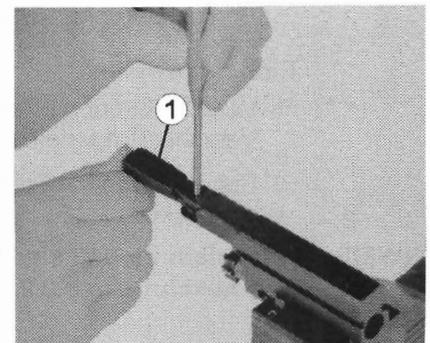

Bild 42 Spannhebel wechseln
- ⇒ Spannstift mit Durchtreiber nach unten austreiben; dabei Spannhebel (42/1) nach hinten drücken und festhalten (Bild 42).